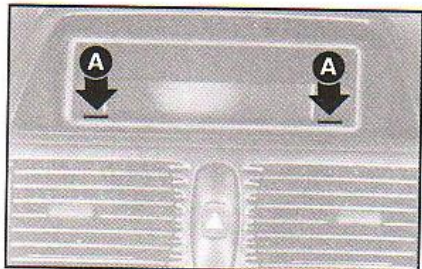

fig. 10
Nas versões que não possuem auto-rádio instalado originalmente de fábrica, este equipamento deverá ser montado na respectiva sede prevista para esta finalidade, a qual é removida fazendo pressão nas lingüetas de retenção indicadas pelas setas **A** na **fig. 10**.
- sede desmontável para o auto-rádio no painel do veículo **fig. 10**;